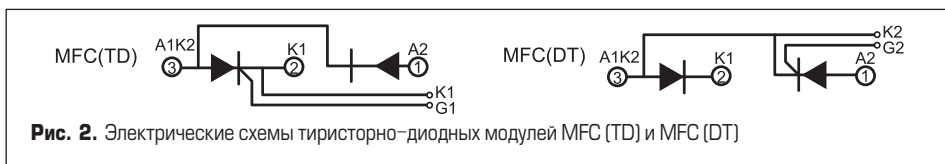

Рис. 2. Электрические схемы тиристорно-диодных модулей MFC (TD) и MFC (DT)
На рис. 1 представлены электрические схемы тиристорных модулей серий MTC, MTA и MTK, а на рис. 2 — электрические схемы тиристорно-диодных модулей MFC (TD) и MFC (DT). Все мо-